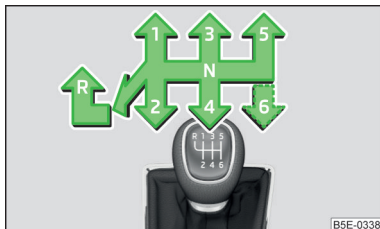

Fig. 126
» fig. 126.
- Placez le levier de vitesse complètement vers le bas et vers la gauche plus vers l'avant en position **R** » fig. 126.